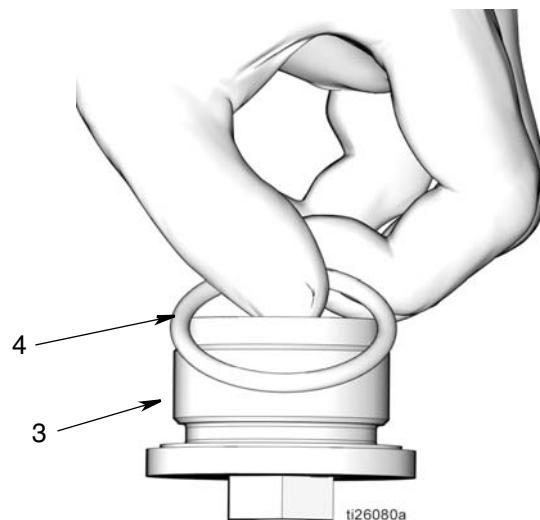

图 54
- 在 O 形圈 (4) 上抹上薄薄一层滑脂。将 O 形圈装到活塞防松螺母 (3) 上 (图 54)。